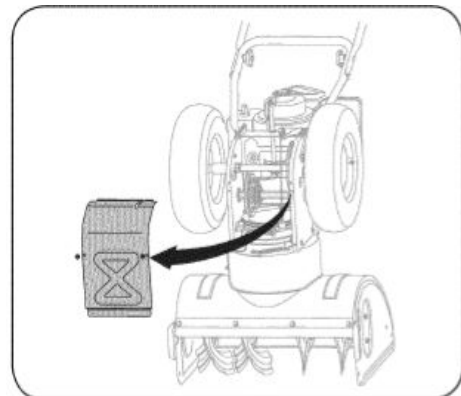

Рис. 30
5. Снимите рамный защитный крышку с нижней части снегоочистителя, вывинтив четыре фиксирующих её самореза (См. Рис. 30).